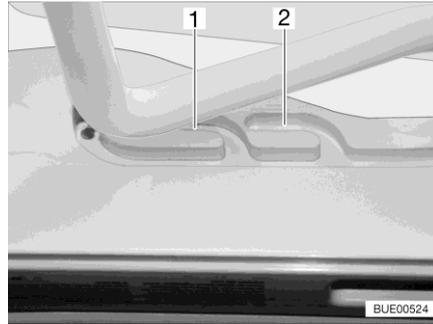
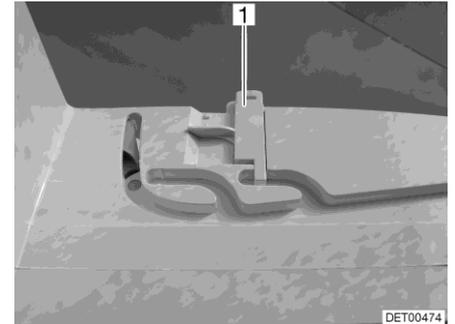

Fig. 96 Guía (posición de ventilación)
Fig. 97 Bloqueo (posición de ventilación)
La claraboya Heki se puede colocar en dos posiciones de ventilación: Posición de mal tiempo (Fig. 96,1) y posición mediana (Fig. 96,2). Según el modelo, la claraboya podrá ser bloqueada en la posición central con los dos pestillos (Fig. 97,1) a la izquierda y la derecha en el marco de la claraboya.
- Presionar el estribo ligeramente hacia arriba y empujarlo en la guía seleccionada (Fig. 96,1 ó 2) y, si fuera necesario, bloquearlo.